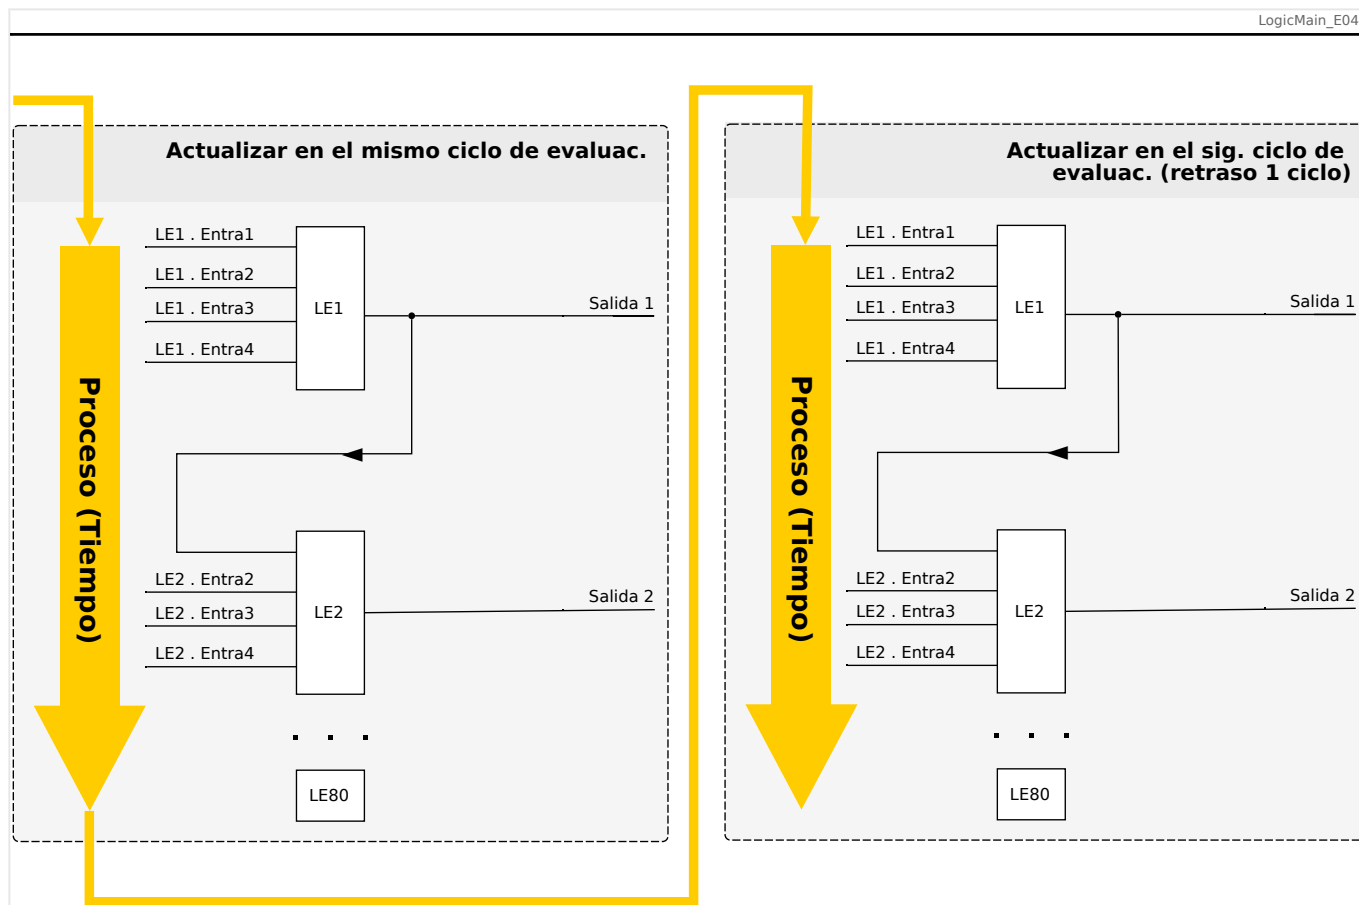
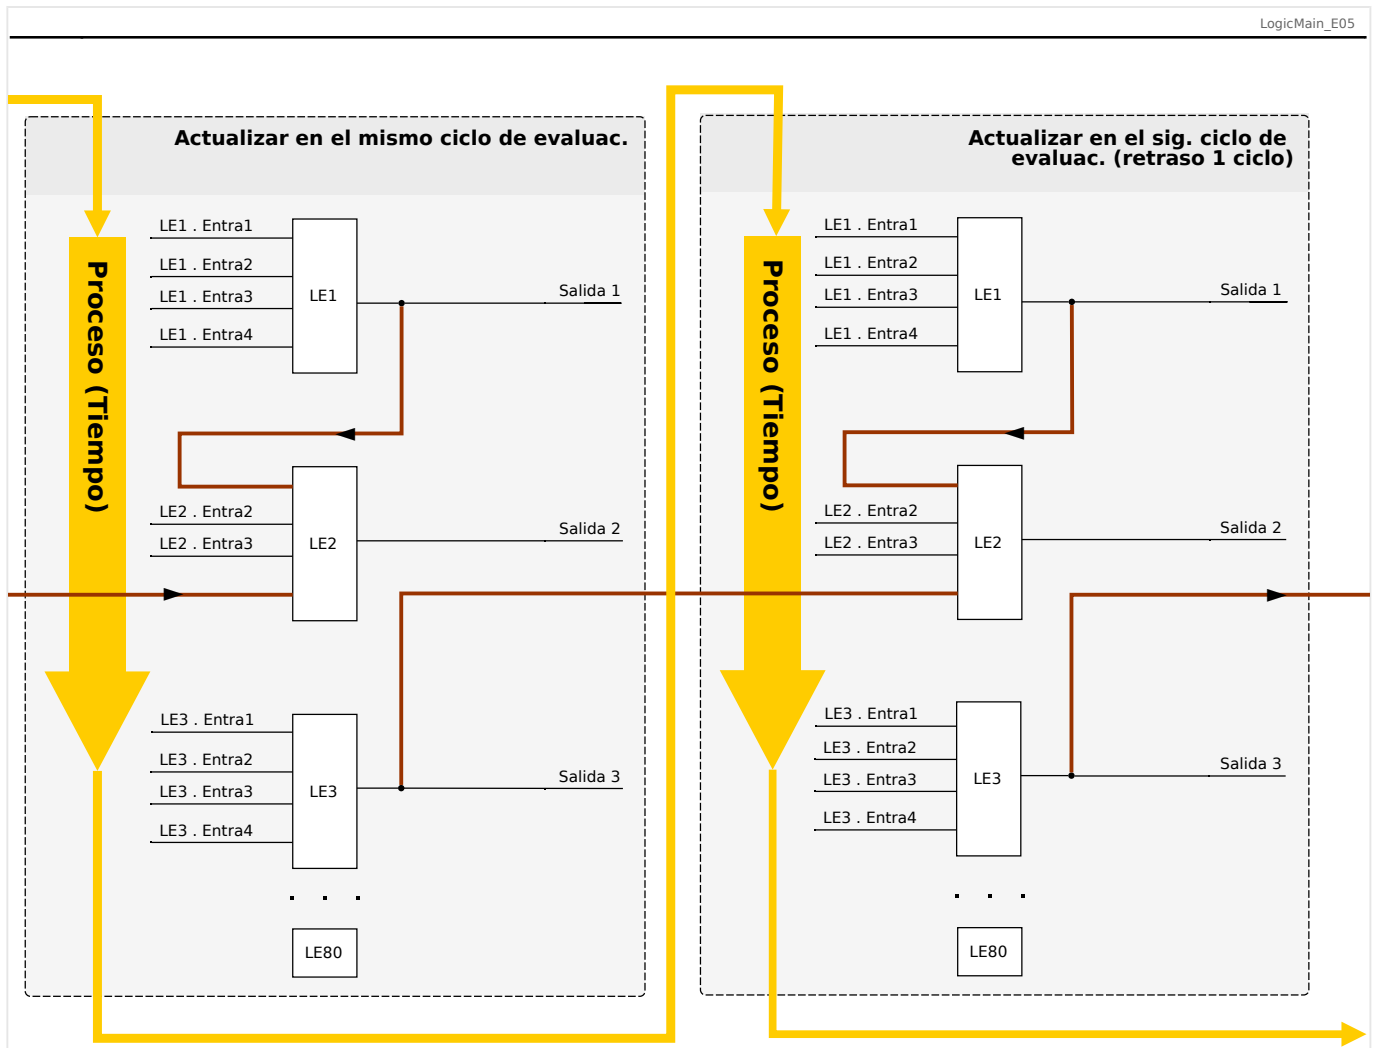

Fig. 83: Cascada en orden ascendente.
Fig. 84: Cascada en orden descendente.
- Una secuencia **ascendente** quiere decir que algunas de las salidas se usarán como entradas de una ecuación lógica con un número **mayor**. Por ejemplo, en el diagrama  Fig. 83 siguiente, se muestra un ejemplo en el que el resultado de la ecuación lógica LE1 se usa como entrada de la ecuación lógica LE2.
- Una secuencia **descendente** quiere decir que algunas de las salidas se usarán como entradas de una ecuación lógica con un número **inferior**. Por ejemplo, en el diagrama  Fig. 84, se muestra un ejemplo en el que el resultado de la ecuación lógica LE3 se usa como entrada de la ecuación lógica LE2.
Tanto la secuencia ascendente como la descendente se pueden usar y combinar entre sí, sin ninguna diferencia inmediata. Sin embargo, como todas las ecuaciones se evalúan en orden ascendente, los valores de tiempo de ejecución en sí que se usen como la entrada de una ecuación tendrán una "antigüedad" distinta, como se muestra en  Fig. 83 y  Fig. 84 a continuación.
En el ejemplo mostrado anteriormente en Fig. 84, la “Ecuación lógica 2” usa los estados de salida de otras dos ecuaciones, la “Ecuación lógica 1” y la “Ecuación lógica 3”. El resultado de la “Ecuación lógica 1” se usa en orden ascendente y, por lo tanto, se evalúa con el mismo ciclo de proceso. El resultado de la “Ecuación lógica 3” se usa en orden descendente y, por lo tanto, se evalúa en el ciclo de proceso anterior.